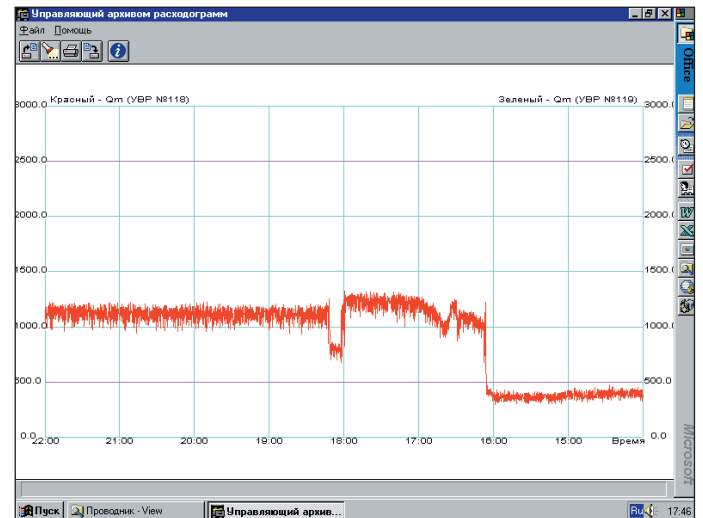

Рис. 7. Регистратор мгновенных расходов
- регистратор-самописец, регистрирующий мгновенные значения расхода, а также другие параметры за определенный интервал времени, например за смену, сутки (рис. 7);